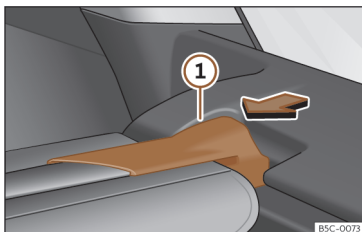

Fig. 176 Na bagageira: desmontar a chapeleira.
- Pressione o suporte da chapeleira >>> **Fig. 176** ① no sentido da seta.
- Encaixe o suporte da chapeleira >>> **Fig. 176** ① no alojamento do outro lado.